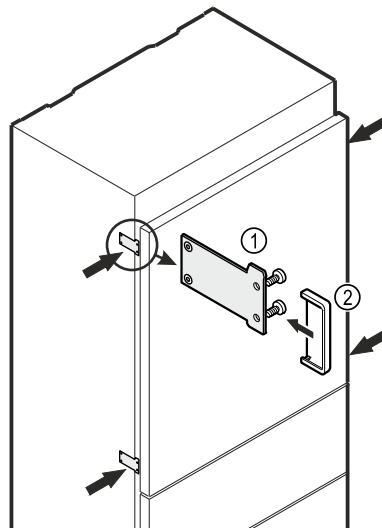

Fig. 23
- ▶ Gerät über Befestigungslaschen Fig. 23 (1) und je zwei Schrauben 4x16 mit dem Möbelkorpus verschrauben.
- ▶ Abdeckung Fig. 23 (2) montieren.